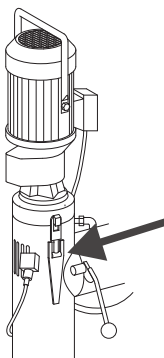

Рис.20: Фиксирование мотора насоса
- ослабьте крепление мотора смесителя (Рис. 20)